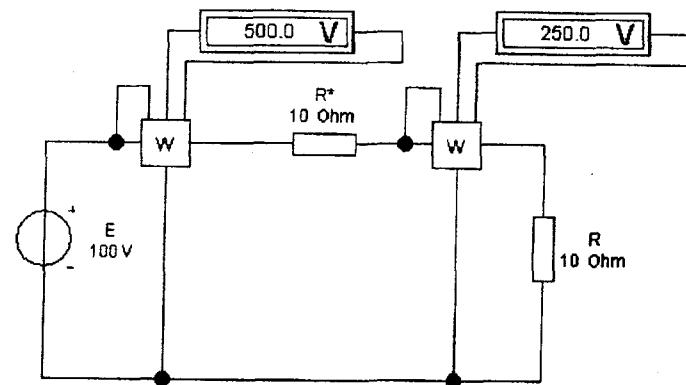

Рис. 3.2
1. Виконайте експериментальні дослідження схеми електричного кола (рис. 3.2 – показання ватметрів подано в узгодженному режимі роботи джерела,  $R = R^*$ ). Дослідіть та усвідомте залежності потужності  $P_1$  і коефіцієнта корисної дії  $\eta$  джерела ( $E$ ,  $R^*$  – відповідно ЕРС та внутрішній опір джерела), а також залежність споживаної потужності  $P_2$  від опору споживача  $R$ :  $P_1 = f(R)$ ,  $\eta = f(R)$  та  $P_2 = f(R)$ .